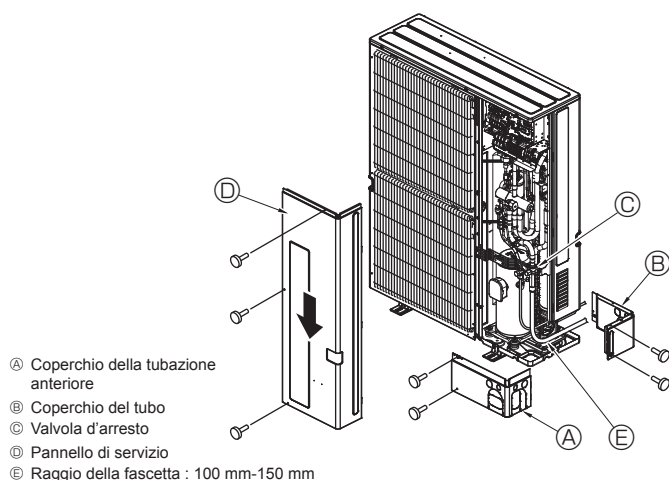

Fig. 4-10
4.3. Tubazione del refrigerante (Fig. 4-10)